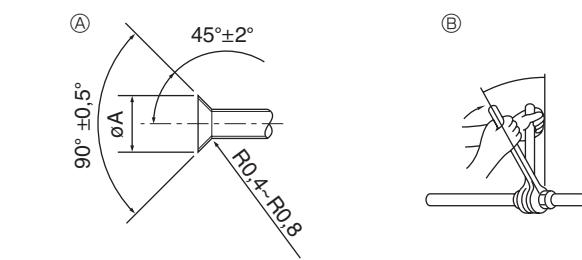

Fig. 4-1
- Geçme somunu sıkmadan önce boru ve conta bağlantılı yüzeylerine ince bir tabaka halinde soğutucu yağı uygulayınız. (Fig.4-1)
- Boru bağlantılarını iki somun anahtarıyla sıkın. (Fig.4-1)
- Bütün geçme yatağı yüzeyine soğutucu makine yağı sürün. (Fig.4-1)
- Aşağıdaki boru büyütüklerine uygun geçme somun kullanın. (Fig.4-1)
④ (Fig. 4-1)
⑤ (Fig. 4-1)